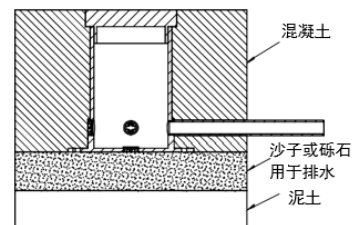

图 3
3. 将塑料盖插入混凝土浇筑罐，浇筑混凝土，直至与塑料盖齐平<图3>。（**不要让混凝土进入盒子。使用沙子或砾石以保证良好的排水。**）